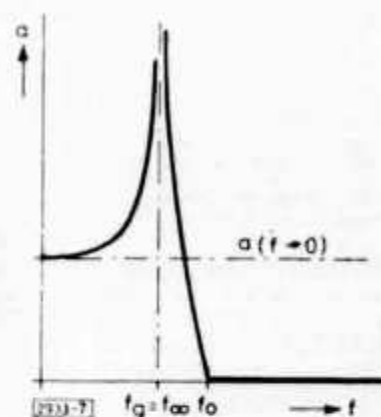

Abb. 6
Aus Gl. (12) ergibt sich:  $f_g \approx 3,4$  MHz. Mit (14) folgt unter Beachtung von (9) und (10) für drei Kettenglieder eine Gesamtdämpfung bei beliebig hohen Frequenzen von  $a_{ges}(\omega \rightarrow \infty) \approx 59$  [dB]. Aus (13) folgt in entsprechendem Rechengang für  $f_g$  eine Gesamtdämpfung von  $a_{ges}(f_g) \approx 47$  [dB] bei 3,4 kHz. Damit steigt also theoretisch die Dämpfung zwischen 2,7 und 4,7 kHz von Null auf Unendlich, was eine beachtliche Flankensteilheit beinhaltet. Die „Weitabdämpfung“  $a_{ges}(\omega \rightarrow \infty)$  ist mit beinahe 60 [dB] ebenfalls mehr als hinreichend, die gewählte Polstelle kann also somit belassen, bzw. eher noch etwas näher an  $f_g$  gerückt werden. Der grundsätzliche Dämpfungsverlauf ist ideal der in Abb. 6 gezeigte. Aus (4) folgt mit  $\omega_g$  und  $L$  somit  $Z_0 \approx 342 \Omega$ , aus (3) für  $C \approx 0,15 \mu F$  und aus (11) schließlich  $C_0 \approx 71,5$  nF. Der Abschlußwiderstand ergibt sich aus (5) zu  $R\pi \approx 410 \dots 427 \Omega$ .